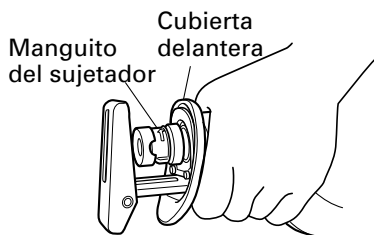

Fig. 6
- (1) Conecte y desconecte el gatillo conmutador varias veces de manera que el manguito del sujetador salte completamente de la cubierta delantera. Seguidamente, desconecte el interruptor y extraiga la batería. (Fig. 6)
- (1) Conecte y desconecte el gatillo conmutador varias veces de manera que el mango del sujetador salte completamente de la cubierta delantera. Seguidamente, desconecte el interruptor y extraiga la batería. (Fig. 6)
- No desmonte la cubierta delantera (consulte la Fig. 6).